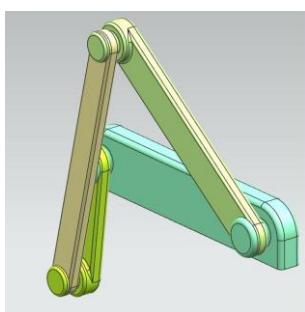

рис.5
рис.5а
- Если бы мы выполнили обычный анализ типа *Кинематика / динамика* (рис.5а), то наши звенья под действием собственной тяжести болтались бы некоторое время, и из-за некоторого трения в шарнирах через некоторое время все колебания бы прекратились. Но дожидаться устойчивого
- После этого система без всяких колебаний сразу покажет вам итоговое устойчивое состояние (рис.5).